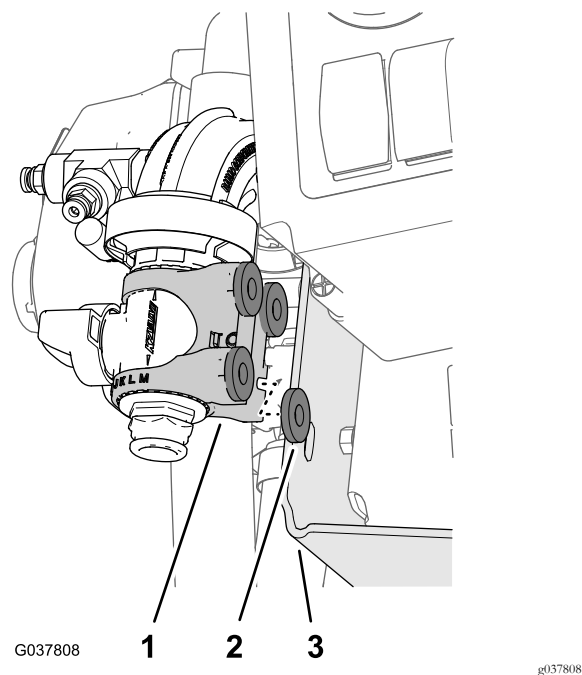

Bild 91
3. Fluchten Sie die vier Scheiben (5/16" x 13/16) zwischen der Nylonhalterung des Flanschabstellventils und der Venturbefestigung aus (Bild 91).